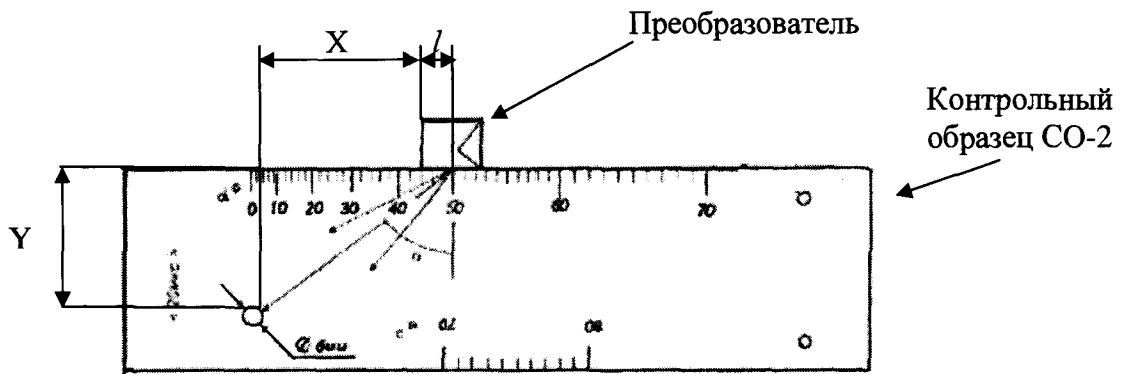

Рисунок 3
6.5.3 Установить наклонный преобразователь, подключенный к электронному блоку дефектоскопа на поверхность контрольного образца СО-2 таким образом, чтобы фактическая точка выхода была у отметки по шкале " $\alpha$ " контрольного образца, соответствующей номинальному значению угла ввода преобразователя ( $\alpha_n$ , градус), указанному в маркировке преобразователя (рисунок 3).